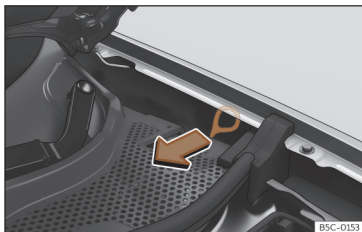

Fig. 197 Entre a lateral esquerda e a dobradiça do capô do motor: Puxador para o desbloqueio manual de emergência do conector de carregamento.
O puxador para o desbloqueio manual de emergência encontra-se no lado esquerdo do habitáculo dianteiro, por cima da tomada de carregamento»» Fig. 197 .
- Puxe a alavanca»» Fig. 197 .